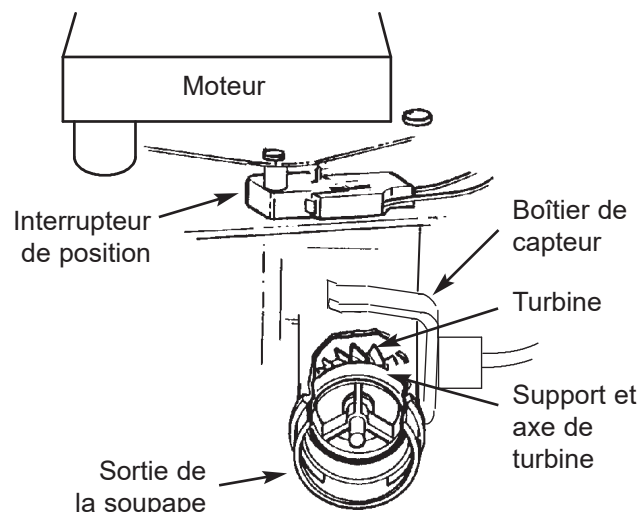

FIG. 45
**FONCTIONNEMENT DE LA TURBINE :** S'il n'y a pas d'eau qui s'écoule de l'adoucisseur, l'indicateur de la turbine affiche trois zéros. Lorsque l'eau s'écoule, un décompte de 000 à 140 s'affiche de façon répétitive pour chaque gallon d'eau (3,8 litres) traversant la turbine. Pour vérifier le fonctionnement positif de la turbine lorsque des zéros sont affichés, ouvrez un robinet d'eau adoucie à proximité et observez le décompte de la turbine. Si l'affichage n'indique pas de valeur lorsqu'un robinet est ouvert, sortez le capteur de l'orifice de sortie de la soupape (voir figure 45). Faites